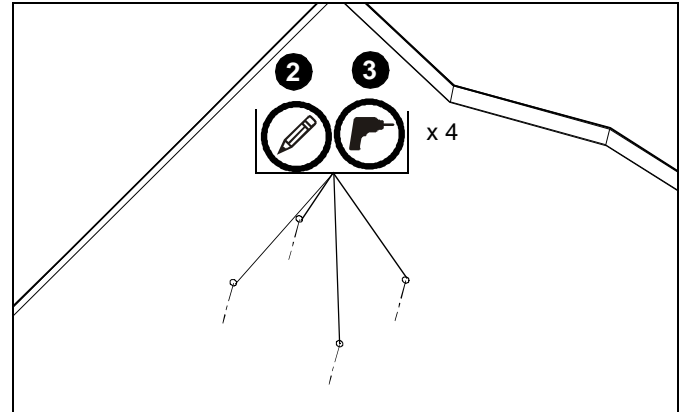

Abb. 5
- Zeichnen Sie mithilfe des LPK1 als Schablone vier Bohrstellen an die Decke. (Siehe Abb. 5)
- Bohren Sie vier Vorbohrungen mit einem Durchmesser von 7,9 mm (5/16") und einer Tiefe von 82,6 mm (3-1/4"). (Siehe Abb. 5)